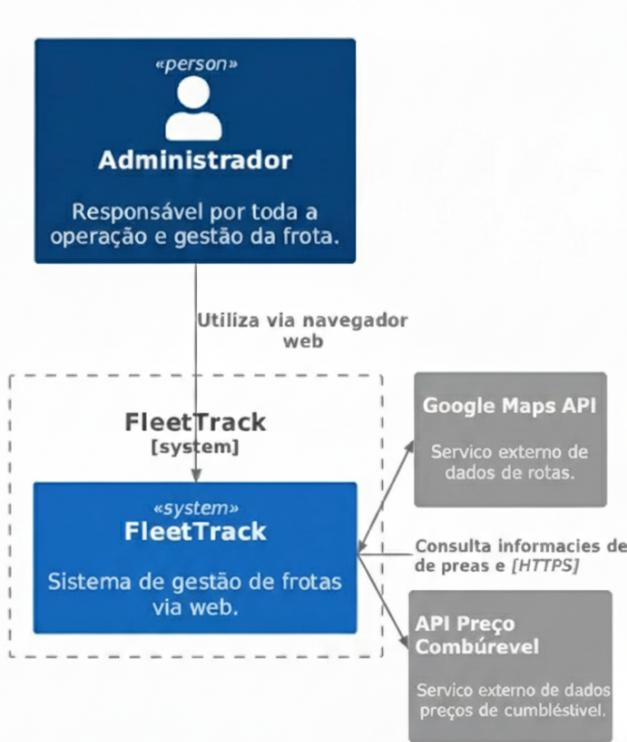

Figura 2: C4 Contexto
**Contexto:** Diagrama de Contexto(Figura 2), cuja finalidade é fornecer uma visão geral das interações do sistema com agentes externos. O FleetTrack é um sistema de gestão de frotas acessado por um único ator, o Administrador, que exerce funções operacionais e gerenciais através de uma interface web.